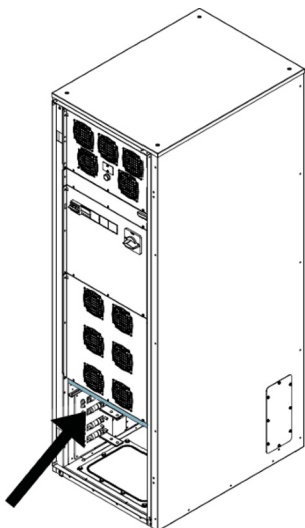
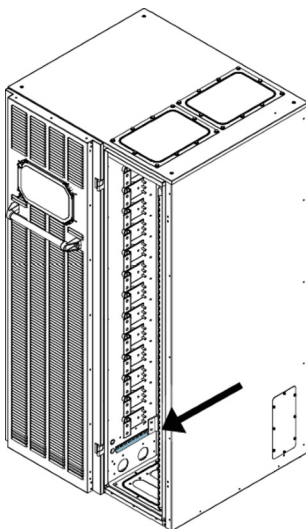

Рисунок 27. Клеммы сигнального кабеля, рама малого шкафа 9PHD
Рисунок 28. Клеммы сигнального кабеля, рама большого шкафа 9PHD
2. Клеммный блок X13 для внешних параллельных сигналов управления доступен из области сигнального интерфейса, над клеммами силовой разводки или рядом с ними (см. Рис. 27 и Рис. 28).
Информация о расположении и подключениях клемм сигнальных кабелей приведена на Рис. 27, Рис. 28 и Табл. 21.